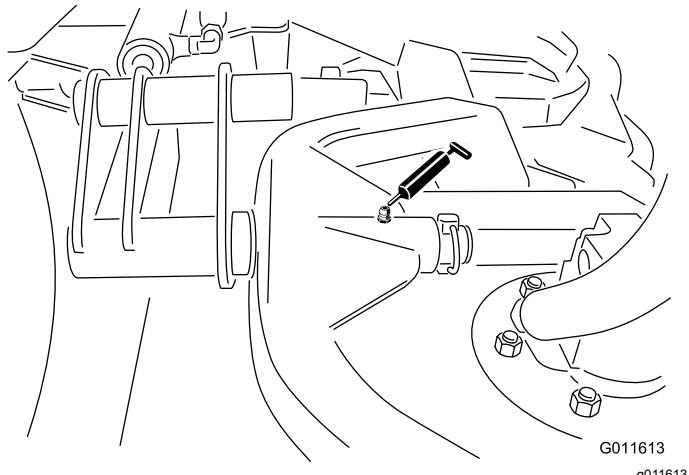

図 62
- カッティングユニットのキャリアフレームのピボット各1—図 62